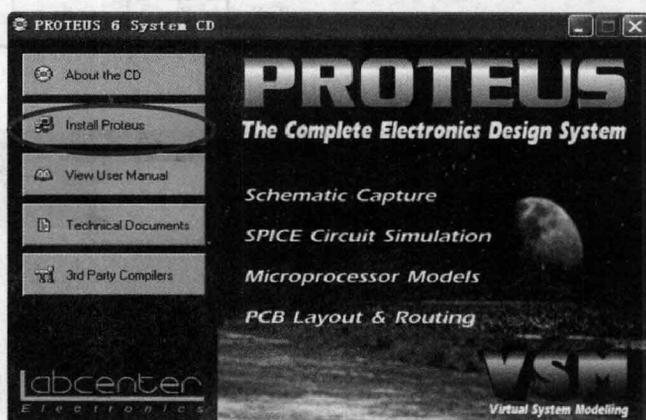

图 1-1 安装 Proteus 界面
(1) 进入 Windows 操作系统, 将 Proteus 安装盘放入光驱, 运行 setup.exe 程序。这时会出现如图 1-1 所示的界面。
(2) 单击图 1-1 中左侧菜单栏中的“Install Proteus”选项, 如图 1-1 椭圆所示, 出现“InstallShield Wizard”对话框, 如图 1-2 所示, 单击“Next”按钮, 出现如图 1-3 所示对话框, 提示用户选择接受或者拒绝用户协议, 如果选择“No”, 安装程序将停止进行。